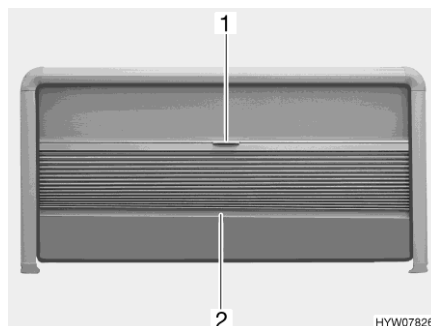

Fig. 44 Tendina oscurante pieghevole e zanzariera a rullo (finestra apribile)
- Afferrare la tendina oscurante pieghevole al centro dell'asta di chiusura (Fig. 44,2) e tirare delicatamente verso il basso.
- Tenere la parte centrale dell'asta di chiusura (Fig. 44,2) della tendina oscurante pieghevole e spingere quest'ultima verso l'alto con cautela.
- Tirare la zanzariera a rullo verso il basso utilizzando la maniglia (Fig. 44,1).
- Spingere la zanzariera a rullo completamente verso l'alto utilizzando la maniglia (Fig. 44,1).